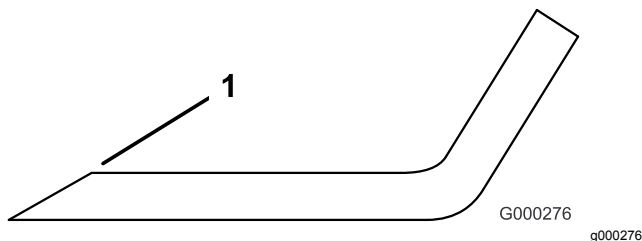

Figura 68
- Utilize uma lima para afiar a aresta de corte em ambas as extremidades da lâmina (Figura 68). Mantenha o ângulo original. A lâmina manterá o equilíbrio se for retirada a mesma quantidade de material de ambas as extremidades de corte.